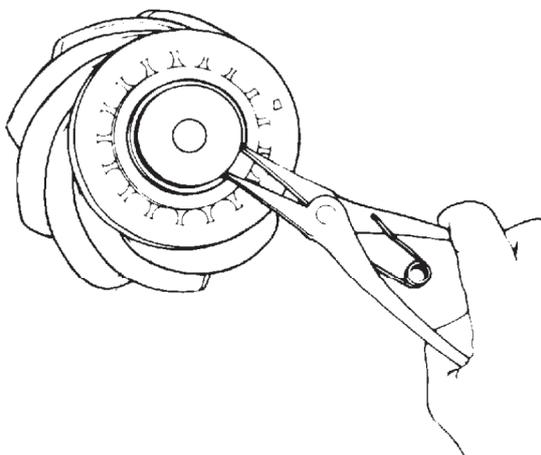

Figura 55
- F. Instale o novo anel elástico, utilizando um alicate adequado (Figura 55);